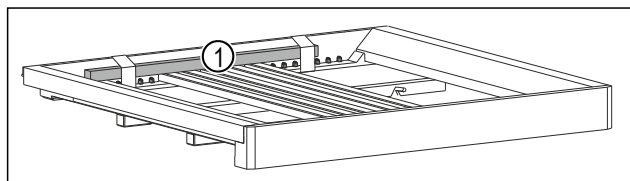

Fig. 6
► Retirer la tige en bois Fig. 6 (1).